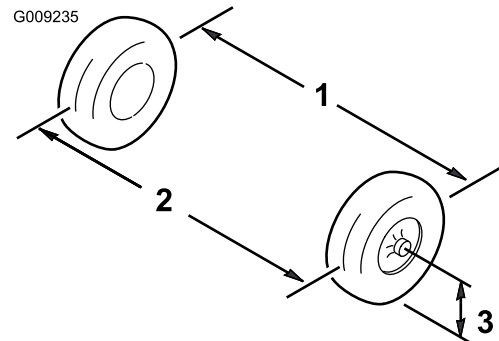

Figura 39
3. Mida la distancia entre los neumáticos delanteros a la altura del eje, en la parte delantera y trasera de las ruedas (Figura 39).